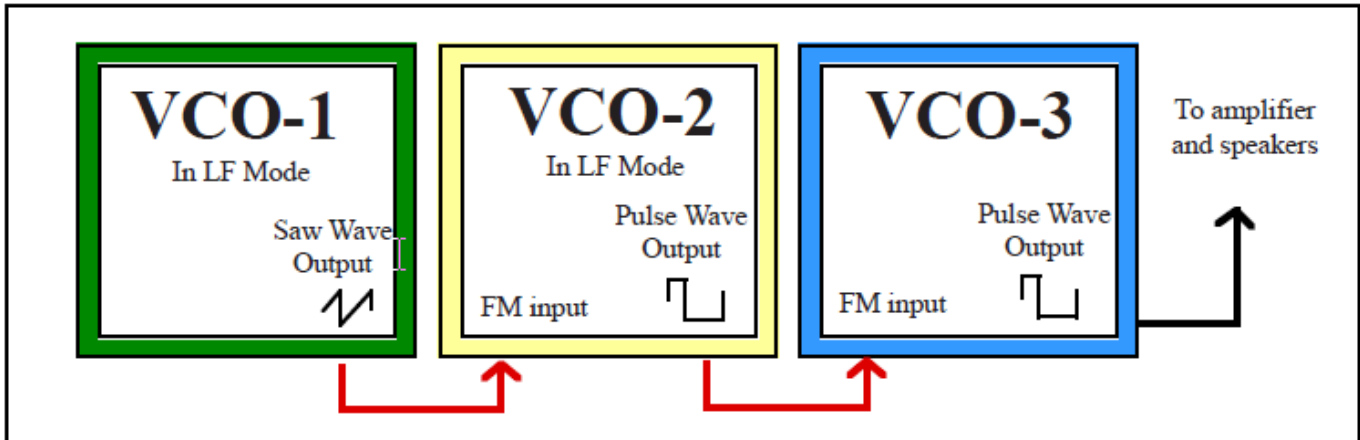

Figura 4-4: A parche básico de modulación en serie.
En la **Figura 4-4**, VCO-1 está modulando a VCO-2 que a su vez modula VCO-3. VCO-1 es el primer modulador, modulando la frecuencia de VCO-2, que es el portador. Sin embargo, VCO-2 es también un modulador, ya que está modulando la frecuencia de VCO-3.
Existen más relaciones maestro-subordinado entre los diferentes controles en el ARP, que se explicarán a medida que aparezcan. En la **Figura 4-4**, VCO-1 es el maestro y VCO-2 el subordinado.
3. Repite #1, pero esta vez, crea un parche de modulación serie, tal y como se muestra en la Figura 4-4. Asegúrate de observar la relación maestro-subordinado que existe entre VCO-1 y VCO-2. [*Pista 14 del CD*].